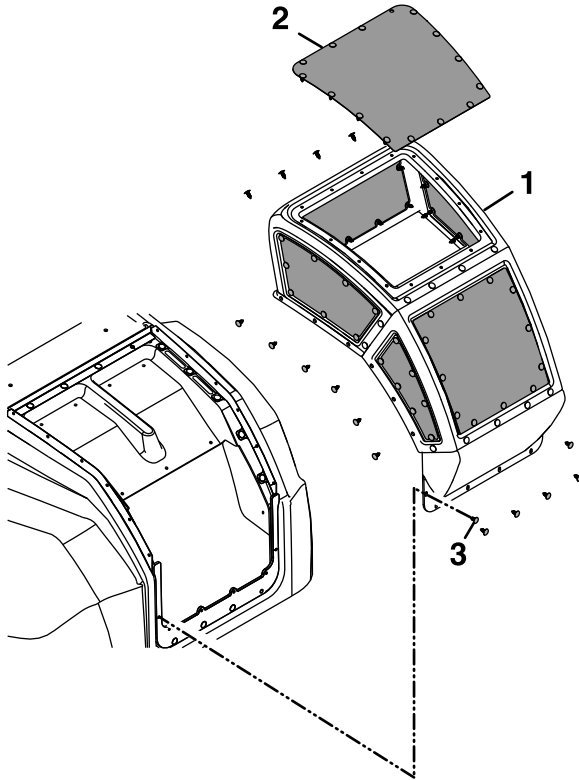

Figure 6
- Assemblez les écrans d'admission sur les cadres d'admission du capot à l'aide des chevilles en plastique, comme montré à la Figure 6.